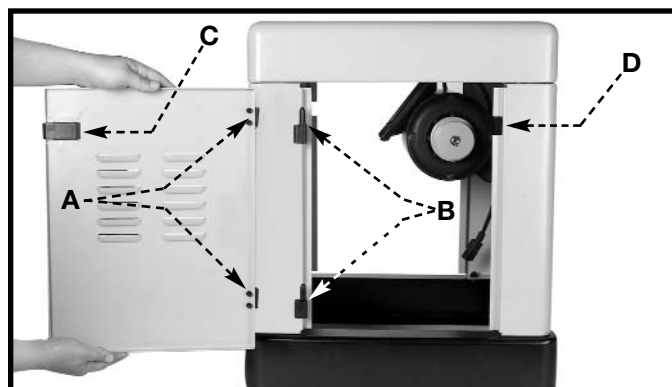

Fig. 9
21. Deslice las dos bisagras (A), Fig. 9, de la puerta sobre el retenedor de la bisagra (B) que está en la base.
22. Cierre la puerta hasta que el pestillo de la puerta (C), Fig. 9, se acople con el lado (D).